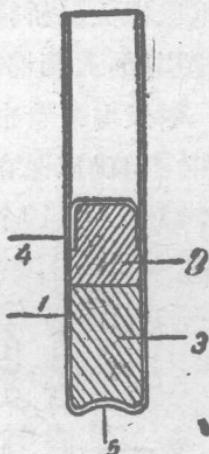

图 3. 火雷管构造示意图
4. 火雷管 用导火线来点燃的雷管叫做火雷管，其构造如图3，1为敞口小紫铜管，在内帽4与球形小窝5之间装有起爆炸药。我国目前制造和使用的火雷管有两种：一种是6号火雷管，另一种是8号火雷管。8号火雷管的管体比6号火雷管大，其起爆炸药量也较多，因此8号火雷管的威力比6号火雷管要大些。每100个火雷管装在一个小纸盒内，每50个小纸盒装在一个木箱中。